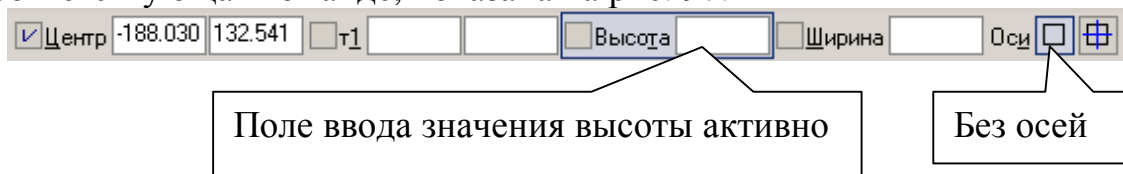

Рис. 97
1. Включите *Num Lock*. Должны быть включены следующие глобальные привязки: ближайшая точка, пересечение, угловая привязка. Нажмите кнопку **Прямоугольник по центру и вершине**  на панели **Геометрия** . Параметры прямоугольника при его создании и редактировании отображаются в отдельных **полях Строки параметров**. Строка параметров, соответствующая команде, показана на рис. 97.
Выберите прямоугольник без осей, рис. 97.